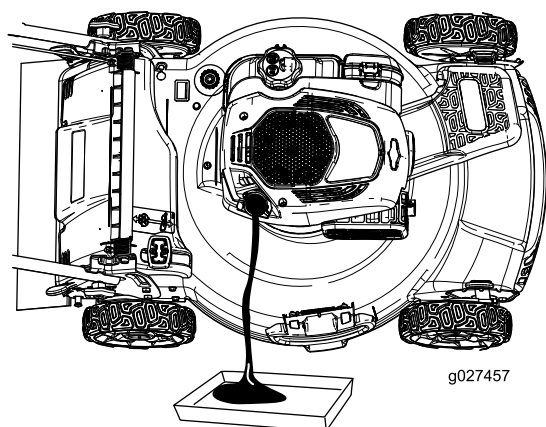

図 28
4. エアフィルタが下になるように機体を横に傾けて、エンジンオイル補給口からエンジンオイルを抜く 図 28。